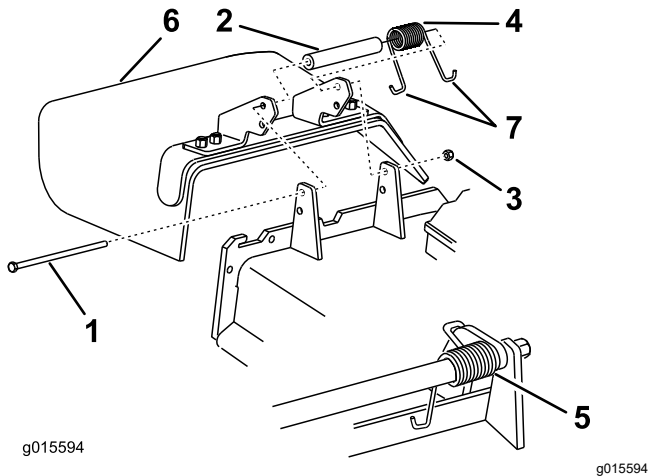

Figura 87
- Coloque 1 extremo en **J** del muelle alrededor del deflector de hierba (Figura 87).
- Retire la contratuerca, el perno, el muelle y el espaciador que sujetan el deflector a los soportes de pivote (Figura 87).
Nota: Asegúrese de colocar un extremo con gancho en **J** del muelle detrás del reborde de la carcasa antes de instalar el perno, según se muestra en Figura 87.